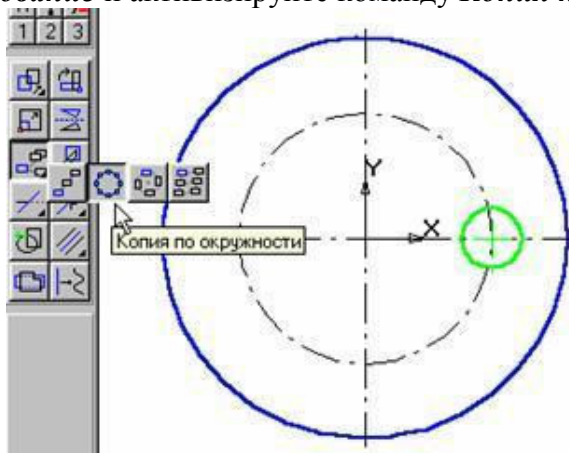

Рис. 8 5. Установите параметры копирования по
4. Включите панель **Редактирования**. Воспользуйтесь панелью расширенных команд кнопки **Копирование** и активизируйте команду **Копия по окружности**, рис. 8